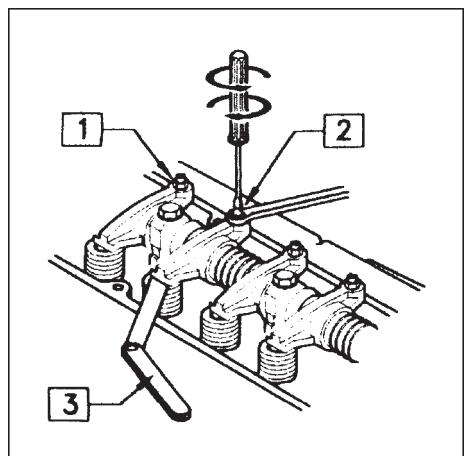

Рис. 8.2
Переведите поршень №1 в верхнюю мертвую точку цикла сжатия и отрегулируйте зазор впускного и выпускного клапанов первого цилиндра. Для этого ослабьте гайку коромысла (1) и поворотом регулировочного винта (2) отрегулируйте зазор клапана при помощи шупа (3) — см. рис. 8.2. Зазор впускных клапанов должен составлять 0.36–0.46 мм, выпускных — 0.43–0.53 мм. Аналогичным образом отрегулируйте зазор клапанов остальных цилиндров. Определить положение, соответствующее мертвой точке цикла сжатия можно, совмещая метки на шкиве коленвала с метками на крышке газораспределительного механизма. Закончив регулировку затяните стопорную гайку, удерживая регулировочный винт от вращения.
Для проверки натяжения пальцем покачайте ремень из стороны в сторону. Диапазон движения должен находиться в пределах до 15 мм (см. рис. 8.2).